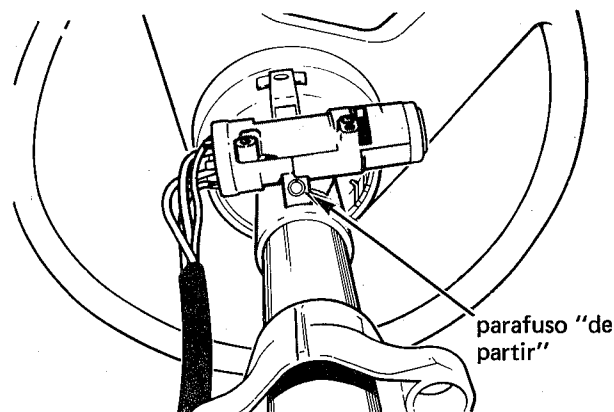

fig. 9
4. Remover o parafuso de fixação da braçadeira do segmento inferior do eixo da coluna (fig. 9)